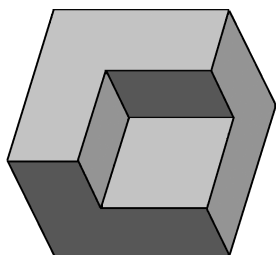
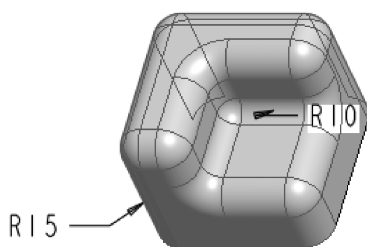

图 7-98 原模型
图 7-99 自动倒圆角后
【例 7-9】 使用自动倒圆角按钮，利用如图 7-98 所示的模型完成如图 7-99 所示的模型。
(1) 打开文件“liti7-9.prt”，如图 7-98 所示。
(2) 选择菜单栏中的【插入】|【自动倒圆角】选项，弹出【自动倒圆角】操控板，设
(4) 在图形区单击鼠标中键，完成自动倒圆角，结果如图 7-99 所示。
(5) 保存文件，关闭窗口，拭除不显示。